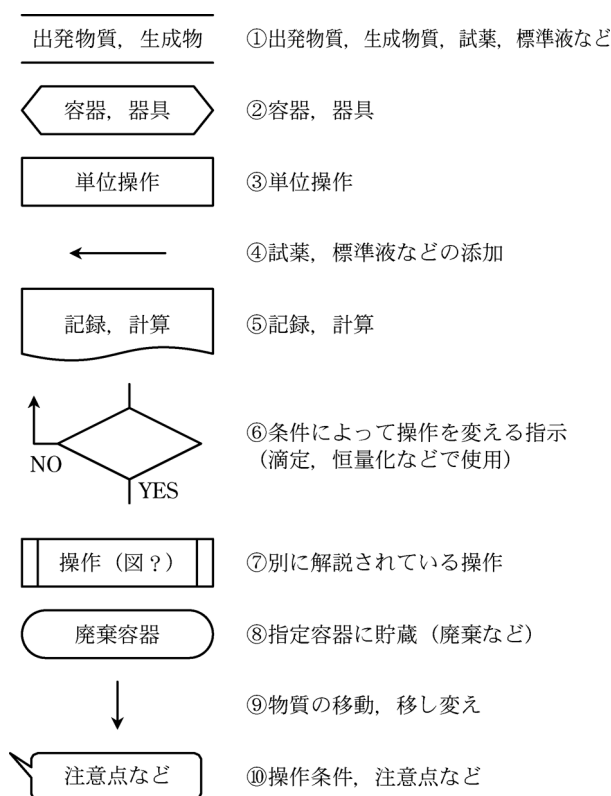
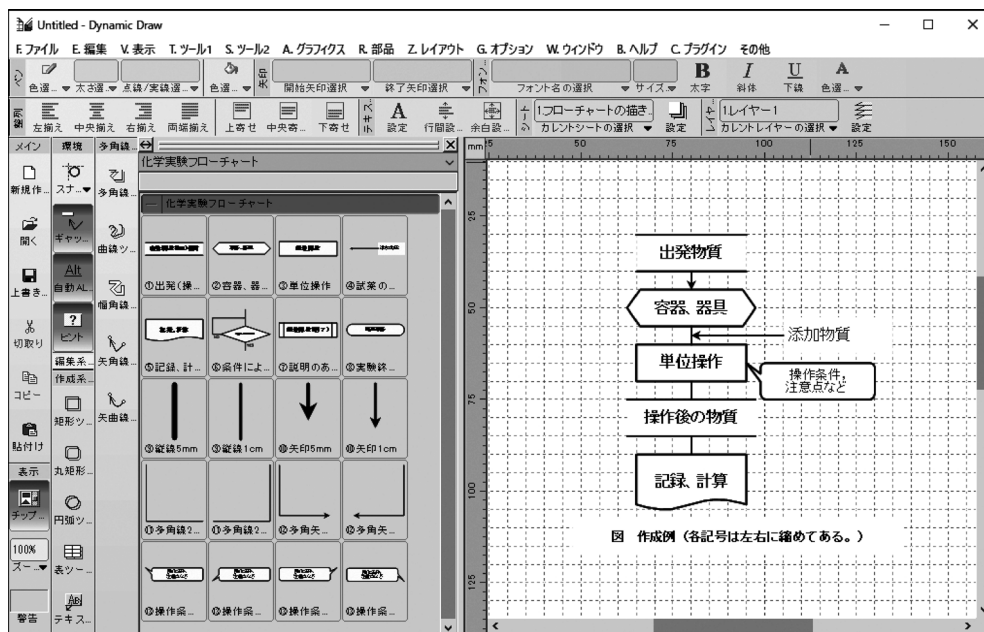

図1 フローチャート記号²⁾
図2 テンプレート画面
「容器・器具」は測定精度やコンタミネーションの履歴を考える上で重要な要素である。記号の定義を図1に示す。レポートなどにおいて狭いスペースでもチャート全体が描画できるように単純な記号としている。図中、②(容器・器具)以外は実験書⁶⁾とほぼ同等であるが、②についてはJIS X0221(情報処理用流れ図・プログラム網図・システム資源図記号，1986)の「準備」を示すフローチャート記号を割り当てている。フリーウェアには操作性やカスタマイズ性などの点から情報関係の実習などで使用例があるDynamic Draw^{®8)}を使用している。テンプレートを図2に示す。このテンプレートは「化学実験フローチャート作成用テンプレート」として
まず、実験手順に関する文中からフローチャート記号に該当する構成要素を抜き出す。次に、ワークシート(図2)画面左側のチップテーブルから該当する構成要素のフローチャート記号を選んでクリックし、そのまま画面右側にあるワークシートの任意の場所へドラッグ&ドロップする。ドロップ後、記号の文字部分をダブルクリックしてテキストを書き換える。続いて、各フローチャート記号を出発物質と操作後の物質(生成物質)に関する流れを「幹」にして上から下に配置する。試薬の添加は「幹」の右側に配置する。配置後、記号間を縦実線で結ぶ。物質の移動(容器への添加、移し替えなど)を示す部分には矢印(図1⑨)を使用する。必要に応じて多角線や矢印などを用いる。最後に配置を整え、吹き出し記号(図1⑩)で実験条件や注意点などを書き加える。なお、作成方法は動画プラットフォームYouTube®でも一般公開されている¹⁰⁾。登録記号の変更や追加などワークシートをカスタマイズする方法については既報²⁾を参照されたい。